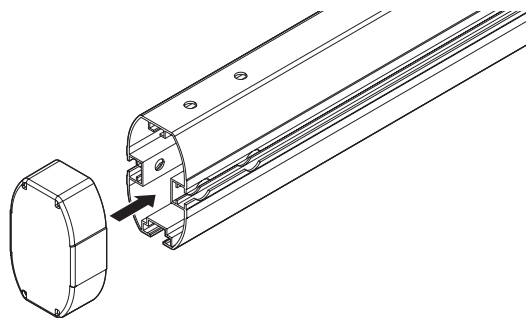

Figure 6
8. Installez le capuchon d'extrémité. Voir Figure 6.